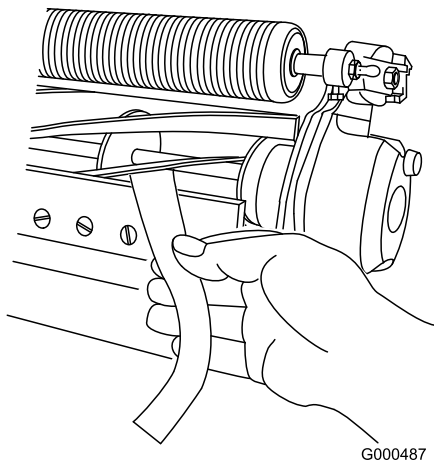

図 11
11. 刃合わせチェックペーパー Toro P/N 125-5610 を、リールとベッドナイフとの間に入れてベッドナイフに対して直角にセットし (図 11)、リールを ゆっくりと前転させる紙が切れれば適切。左右のベッドバー調整ボルトをそれぞれ1クリックだけ締め、もういちど紙を切るテストを行う。紙が切れるまでこれを繰り返す。